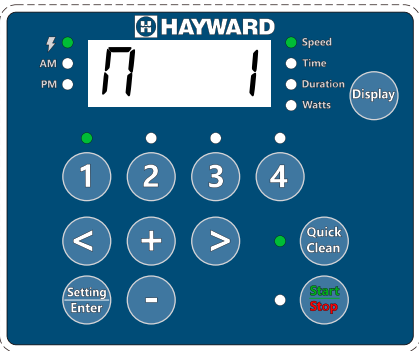

Рис. 9
- 4) Нажмите кнопку Setting. На дисплее отобразится продолжительность цикла. Во время редактирования светодиод параметра Time будет мигать. **См. рис. 9.**